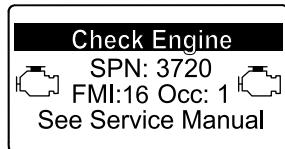

Figure 36
- Avertissement moteurSPN 3720, FMI 16 (Figure 36)